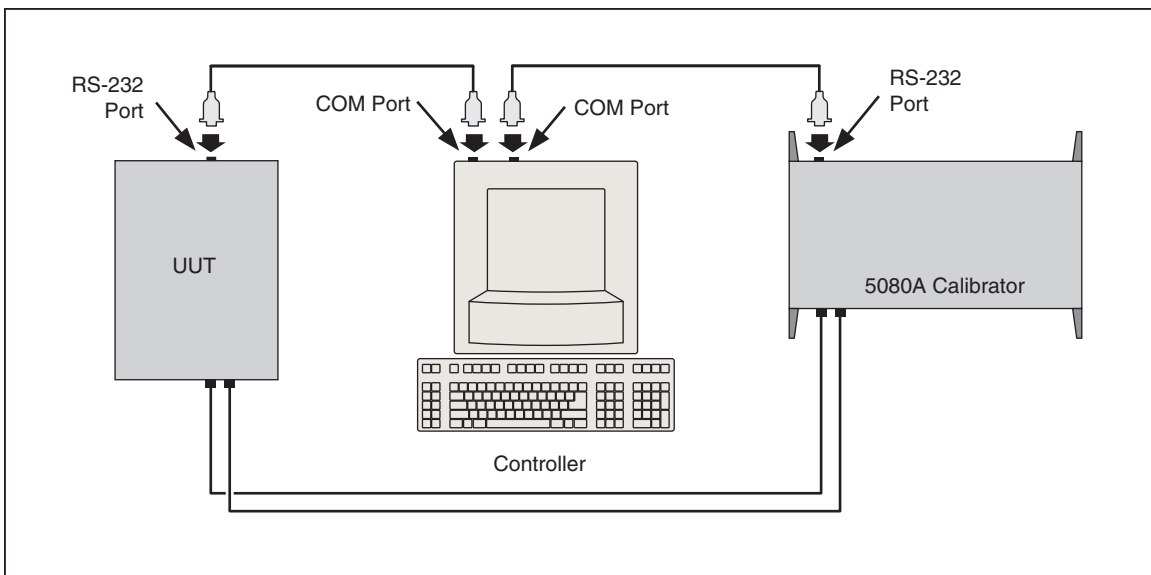

図 5-1. 代表的な **RS-232** リモートコントロール接続
**RS-232** シリアルポートは **PC** と校正器を接続します。コマンドセットを使用して、自分のコンピュータープログラムを書いたり、端末として **PC** を操作し、個々のコマンドを入力することもできます。また **RS-232** システムオペレーション用の **Fluke MET/CAL** あるいは **5080/CAL** ソフトウェアをオプションとして購入することもできます。代表的な **RS-232** リモート設定は、図 5-1 の通りです。
校正器は、背面パネルのシリアルポートから PC と RS-232 の接続を通してプログラムすることができます（図 5-1）。端末から個々のコマンドを入力したり、Visual Basic のような Windows ベースの言語を使用して自分のプログラムを書くことができます。また、5080/CAL あるいは MET/CAL のような Windows ベースのフルークのオプション・ソフトウェアを実行することができます。